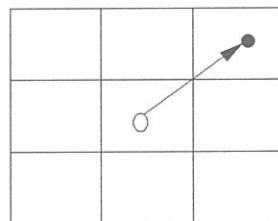

FIG 19
8. Placez une bonne pièce dans la bobine de référence. Bougez la pièce dans la bobine de façon à obtenir un déplacement électrique ce qui se traduit par un déplacement maximal du spot sur l'oscilloscope (dans n'importe quelle direction jusqu'à un déplacement maximum et un retour inverse). Laissez la pièce dans la bobine à l'endroit qui donne le déplacement maximum. Répétez avec la bobine de test et une autre bonne pièce. Voyez figures 19 et 20.